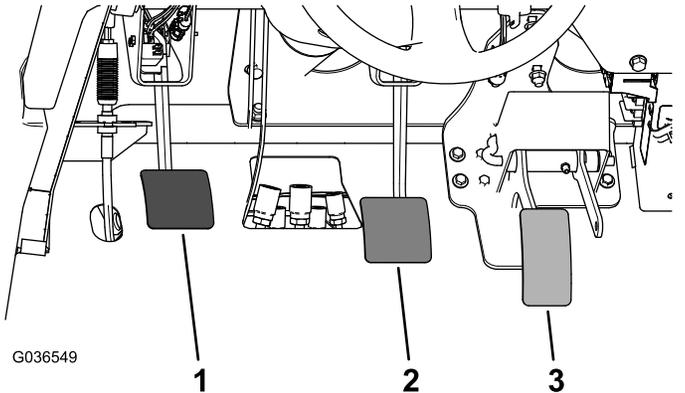

図 61
2. ブレーキペダル図 61を持ち上げてフレームに接触させる。
3. ヨークをマスターシリンダのシャフトに固定しているジャムナットをゆるめる 図 61。